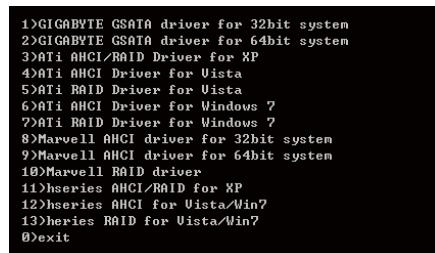

图2
- 2: 进入光盘中「BootDrv」文件夹, 双击「Menu.exe」文件后会出现「命令提示字符」画面, 内含如图2的控制器选单。
- 3: 放入空白磁盘(若您使用的是USB软驱, 请先确认它已被指定为A磁盘)。依所要安装的操作系统按下SATA控制器驱动程序代码后再按<Enter>键。以图2的选单为例: